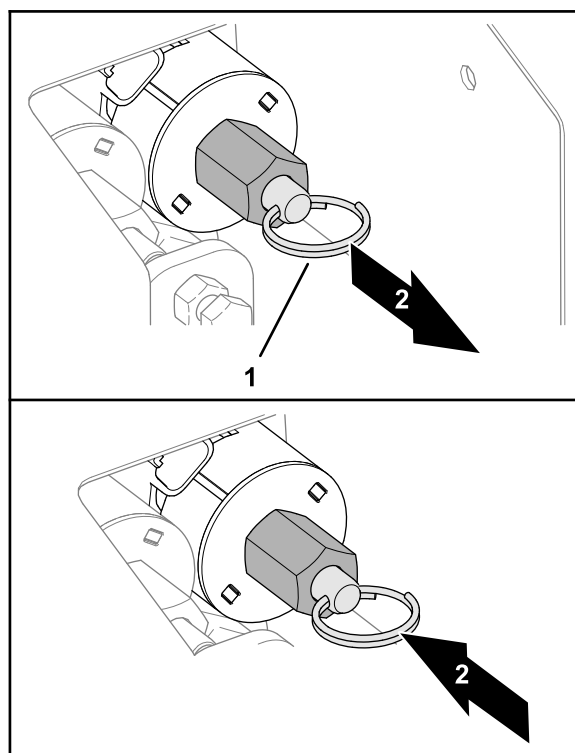

Figure 32
- Pour baisser la trémie (Figure 32), tirez sur l'anneau de la tige de la vanne.
- Pour lever la trémie (Figure 32), poussez l'anneau fendu sur la tige de la vanne.